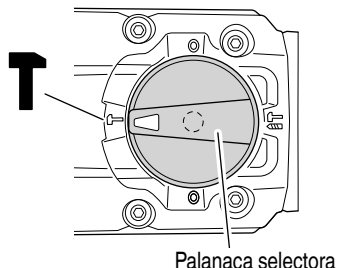

Fig. 23
- (1) Cambio a "martillo"
- Alinee las marcas ▲ de la palanca selectora y T de la tapa de la manivela como se ilustra en la Fig. 23.